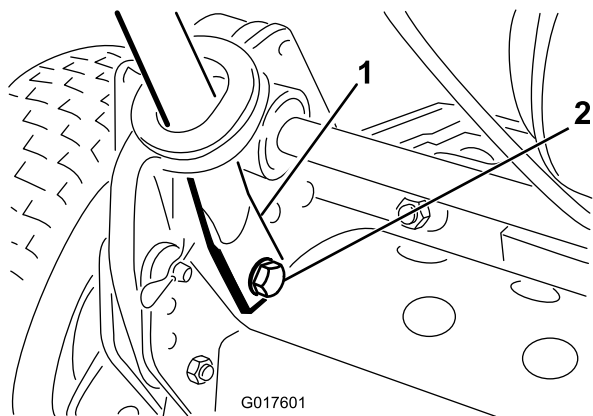

Рисунок 4
- Сведите концы ручки и наденьте их на монтажные пальцы (Рисунок 4).
- Прикрепите концы ручки к монтажным пальцам предусмотренными болтами, шайбами и стопорными шайбами (Рисунок 4).
- Прикрепите нижние концы рычагов ручки к боковым сторонам газонокосилки ранее снятыми болтами и контргайками (Рисунок 4). Обеспечьте, чтобы в отверстия для крепления рычагов ручки были вставлены втулки.
- Прикрепите рычаги ручки к задней части рамы ранее снятыми шпильками и пальцами фиксации кольца (Рисунок 4).